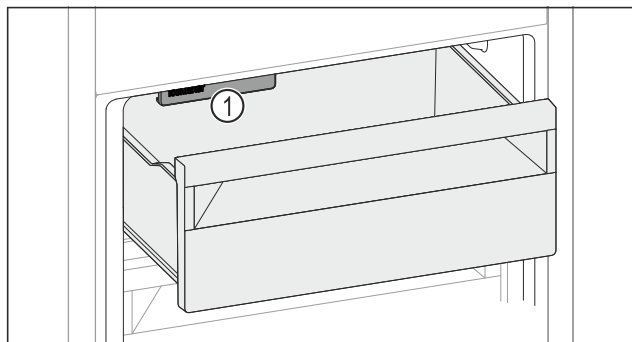

Fig. 168
- ▶ Luați în considerare IceMaker Fig. 168 (1).